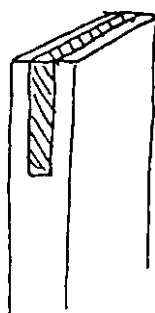

Fig. 12. Gaffel.
- Gaffel. Streckade delar sågas och huggs bort med lockbettel (fig. 12).